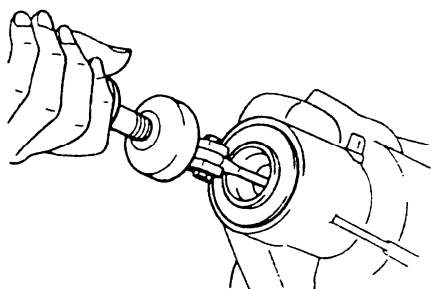

图 4-111 拆卸油封
(7) 拆卸油封时，按图 4-111 所示，用拉拔器将差速小齿轮油封拉出，在组装时更换新的油封，接着拆卸轴承座以及外侧差速小齿轮油封挡环。